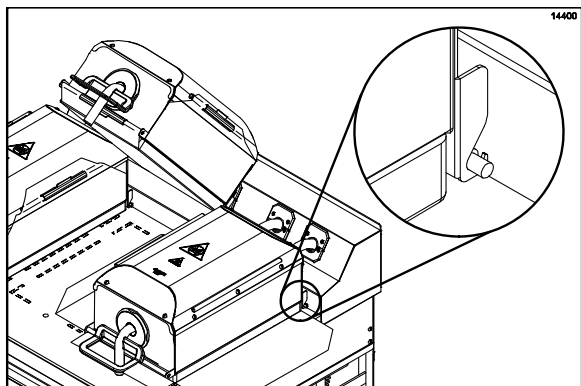

Рисунок 9
2. Установите держатель листа в крюки, установленные на кожухе. (См. рис. 9)